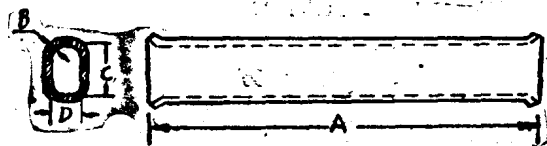

图 4 銅綫和鋁綫用的鉗壓式壓接管外形图
1. 銅綫和鋁綫用的鉗壓式壓接管 銅綫和鋁綫用的鉗壓式壓接管的大部分尺寸相同，不过鋁綫用的鋁管比較長些。这是因为鋁綫比較軟，管子長些可以加强連接处的握着力。管子是長圓形的，兩端有喇叭口（如图 4 所示）。銅壓接管用无縫銅管控制而成，銅的純度要在99.5%以上。鋁壓接管也是用无縫鋁管控制而成，鋁的純度在99.5%以上。